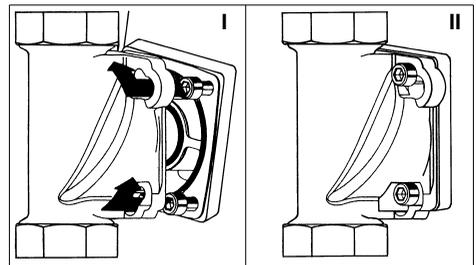

Abb. 6: Einbaudrehflansch mit Bajonett
- Die Wasserenthärtungsanlage so an den Einbaudrehflansch ansetzen, dass die Schraubenköpfe durch die Bajonettbohrungen hindurchgehen (siehe Abb. 6 I).
- Die vier Zylinderschrauben M6x130 fest anziehen (siehe Abb. 6 II).
- Die Wasserenthärtungsanlage so an den mit „G“ gekennzeichneten Flansch des Umgehungsventils ansetzen, dass die Schraubenköpfe durch die Bajonettbohrungen hindurchgehen (siehe Abb. 6 I).